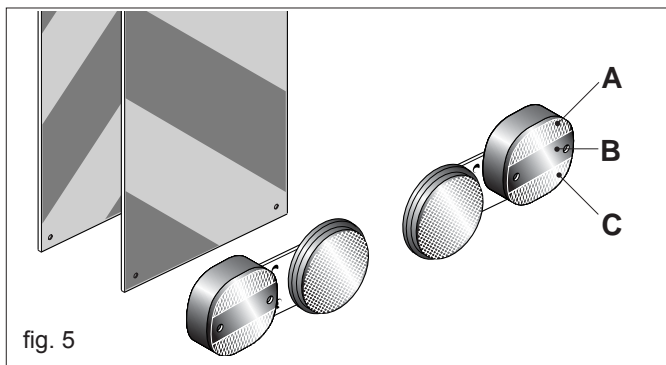

fig. 5
- 37) Qualora gli ingombri costituiti da attrezzature portate o semiportate occultino la visibilità dei dispositivi di segnalazione e di illuminazione della trattore, questi ultimi devono essere ripetuti adeguatamente sulle attrezzature, attenendosi alle normative del codice stradale in vigore nel relativo paese. Accertarsi, quando in uso, che l'impianto luci sia perfettamente funzionante. Si rammenta inoltre che la corretta sequenza segnaletica dei fanali prevede (Fig. 5):